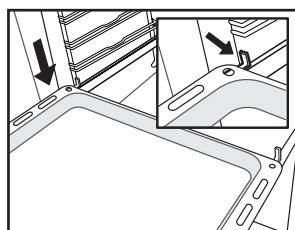

Abb. 5
- Stellen Sie das Zubehör auf die Schienen (Abb. 5, 6).